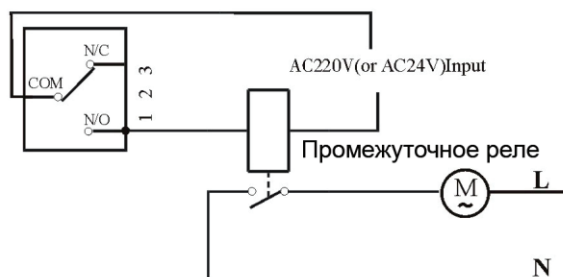

рис. 8.
2. К разъёму выходного сигнала (рис. 7) подключите провода согласно схеме (рис.8).
На схеме (рис. 8) изображен разъём выходного сигнала. Общий контакт (COM) - центральная клемма. Нормально-замкнутый контакт (N/C) - правая клемма. Нормально разомкнутый контакт (N/O) - левая клемма.